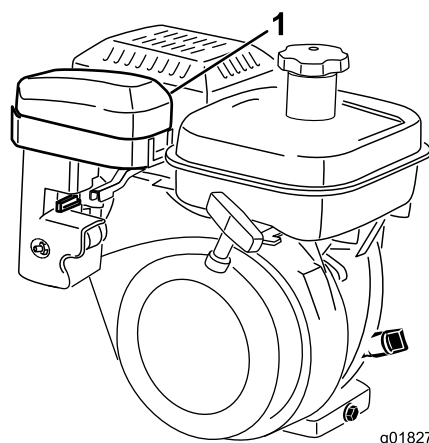
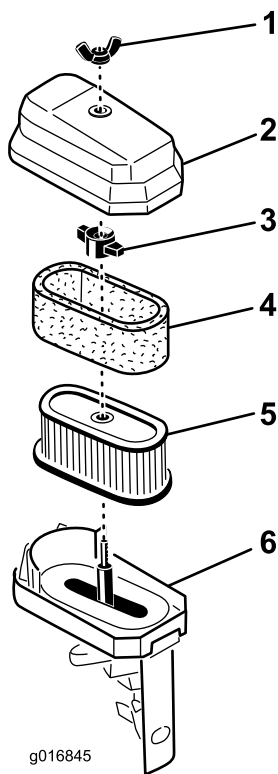

Рисунок 36
Рисунок 37
Тщательно очистите крышку (Рисунок 36 и Рисунок 37).
3. Если элемент из пеноматериала загрязнен, извлеките его из бумажного элемента (Рисунок 37). Тщательно очистите его.